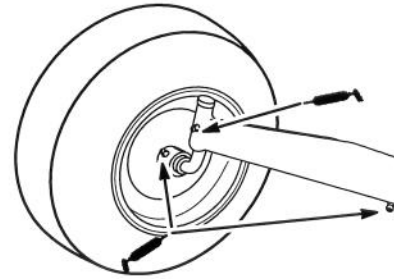

Figure 25
1. Vorderräder, Radzapfen und Spurstangenenden schmieren, bis das Fett aus den Lagern austritt (Abb. 25).
2. Den Vorderachszapfen schmieren (Abb. 25).